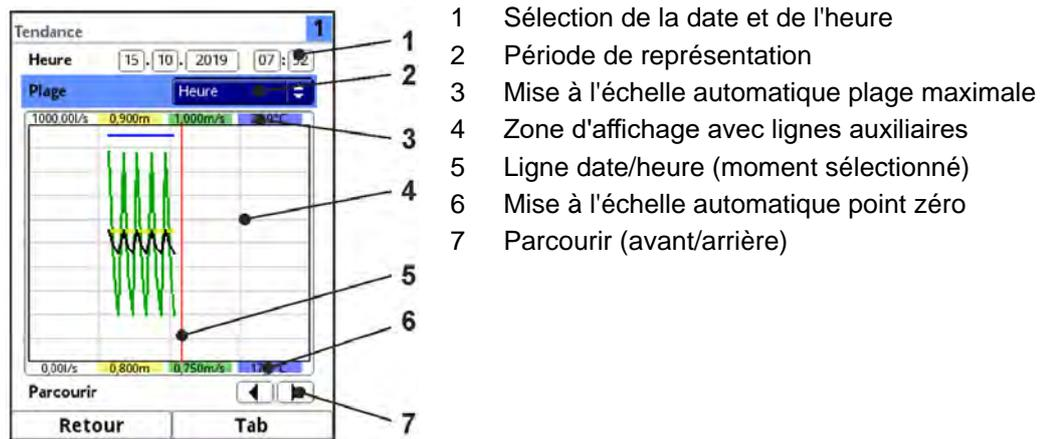

Fig. 35-2 Représentation de l'affichage des tendances
1. Sélectionner la plage souhaitée (période de représentation ; Fig. 35-2 point 2). La plage sélectionnée (jusqu'au moment actuel) est représentée. Pendant la représentation, les données de mesure ne sont pas actualisées automatiquement (les données de mesure actuelles sont affichées dans le tiers inférieur de l'affichage principal).
2. Si nécessaire, utiliser les flèches (Fig. 35-2 point 7) pour défiler vers l'avant et l'arrière en gardant le même réglage de l'affichage de base.
Dans la partie supérieure de la représentation se trouve la **sélection de la date et de l'heure** (Fig. 35-2 point 1). La ligne est surlignée en bleu et donc active.
L'écran affiche les données de mesure, en fonction de la plage réglée (Fig. 35-2 point 2), de la date sélectionnée.
La ligne verticale rouge (Fig. 35-2 point 5) se trouve sur le moment choisi (date et heure).
☞ Ce réglage s'effectue via la >Plage< (voir Fig. 35-2 point 2).